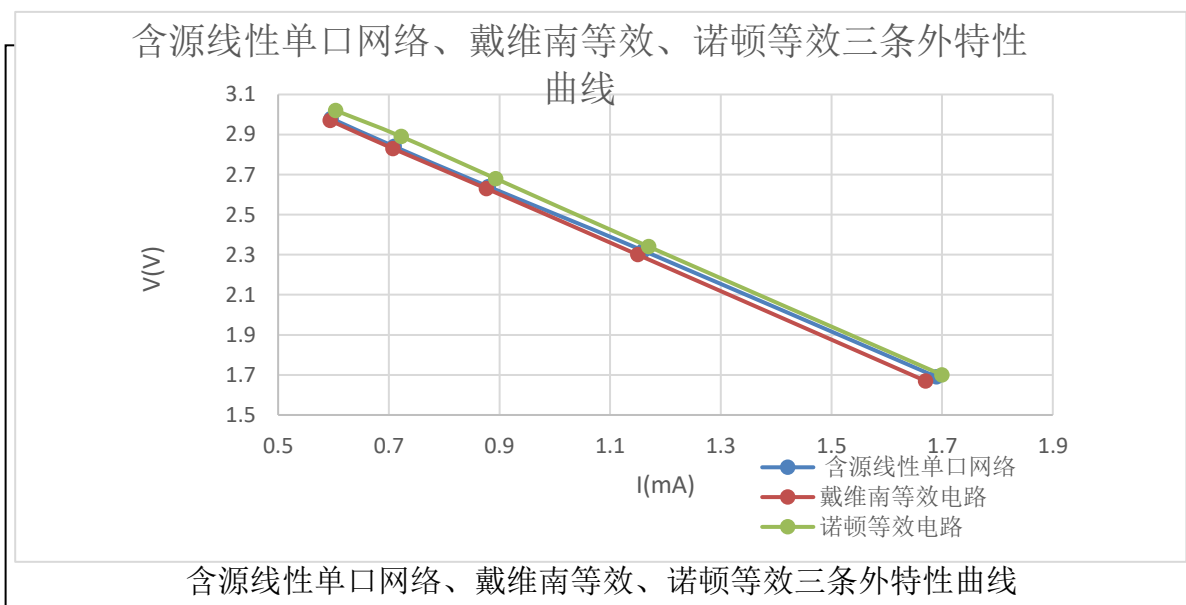

图 2.7
- 3) 在图 2.7 上绘制含源线性单口网络的外特性曲线。
3) 在图 2.7 上绘制戴维南等效电路的外特性曲线。
3) 在图 2.7 上绘制诺顿等效电路的外特性曲线。**要求：**将本实验 1、3、4 部分要求的含源线性单口网络、戴维南等效、诺顿等效三条外特性曲线画在同一坐标轴中。